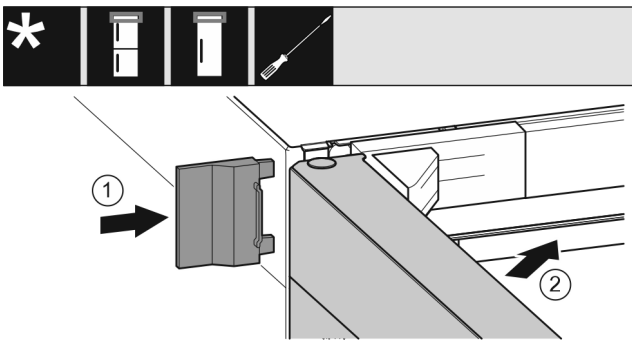

Fig. 23
- ▶ Надвиньте внешнюю крышку. *Fig. 23 (1)*
- ▶ Закройте верхнюю дверь. *Fig. 23 (2)*